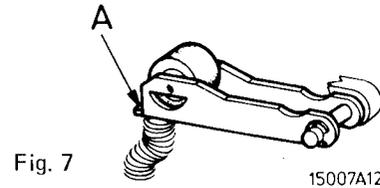

Fig. 7
B. Kontrolle der Andrückrollenkraft, Abb. 7